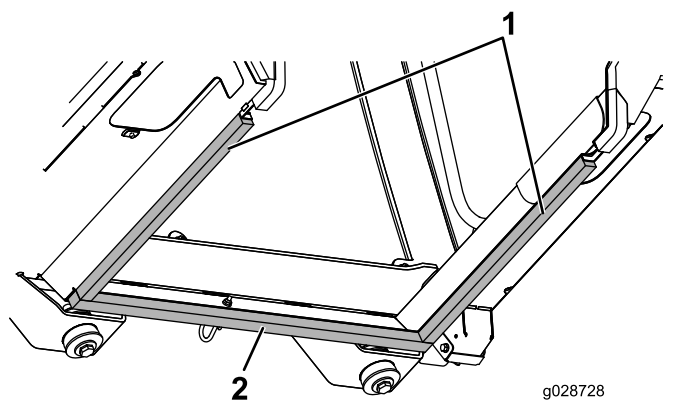

Bild 63
6. Zentrieren Sie die vordere Schaumstoffdichtung an der Frontabdeckung (Bild 63).
7. Drücken Sie die vordere Kante der seitlichen Schaumstoffdichtung vorne in die vordere Schaumstoffdichtung und fluchten Sie die Innenkanten der Schaumstoffdichtung mit den Innenkanten der Dichtungsplatten des Kabinenrahmens aus (Bild 63).